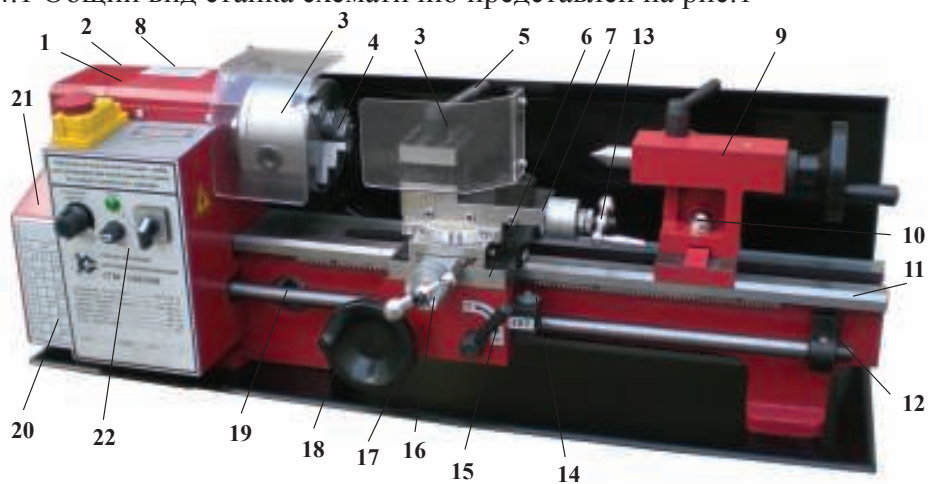

рис. 1
4.1 Общий вид станка схематично представлен на рис.1
4.2 Общий вид блока управления станка 22 (рис.1) схематично представлен на рис.2